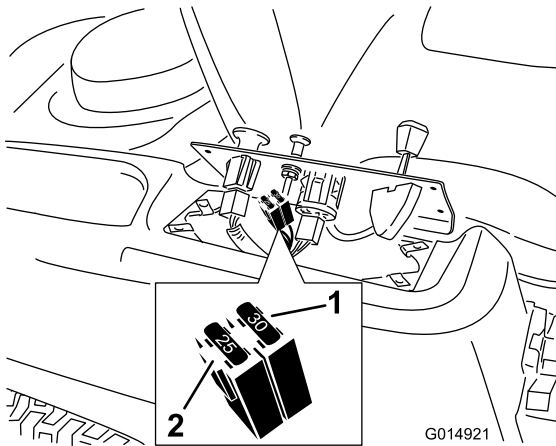

Figura 49
2. Levante el panel de control para tener acceso al arnés de cables principal y al bloque de fusibles (Figura 49).
3. Para cambiar un fusible, tire del fusible para retirarlo (Figura 49).